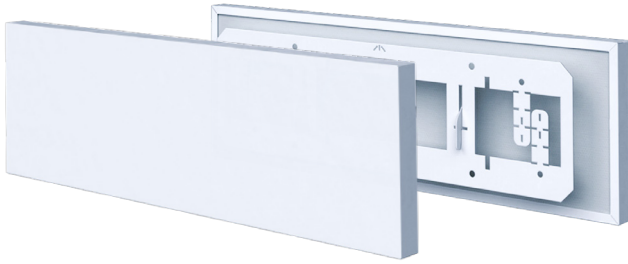

Bild 2. Donets fästram är optimerad för enkelt montage.
- Ramdelarna är försedda med vikbara flikar för snabbt montage i enkel alternativt dubbel väggskiva. Varje ramdel har även förborrade hål för ytterligare säkring med skruv, se bild 2 alt. 3.